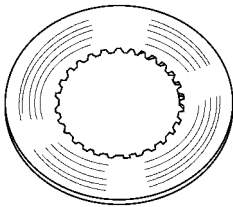

图 14-167 检查离合器片有无磨损或损坏
(3) 检查离合器片有无磨损或损坏。离合器片应没有异常磨损，如图 14-167 所示，如有必要，应更换离合器片。